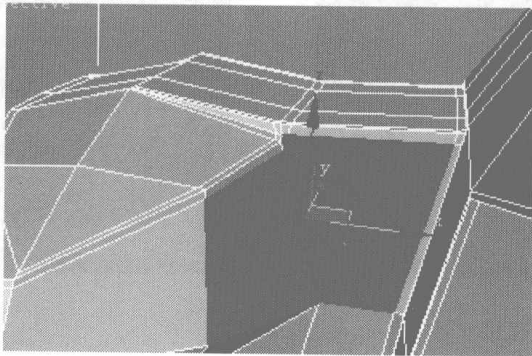

图 6.59
- 01** 切换为面编辑，选择如图 6.59 所示的面，在 Edit Geometry 卷展栏中单击 **Detach** 按钮，将面分离出来。